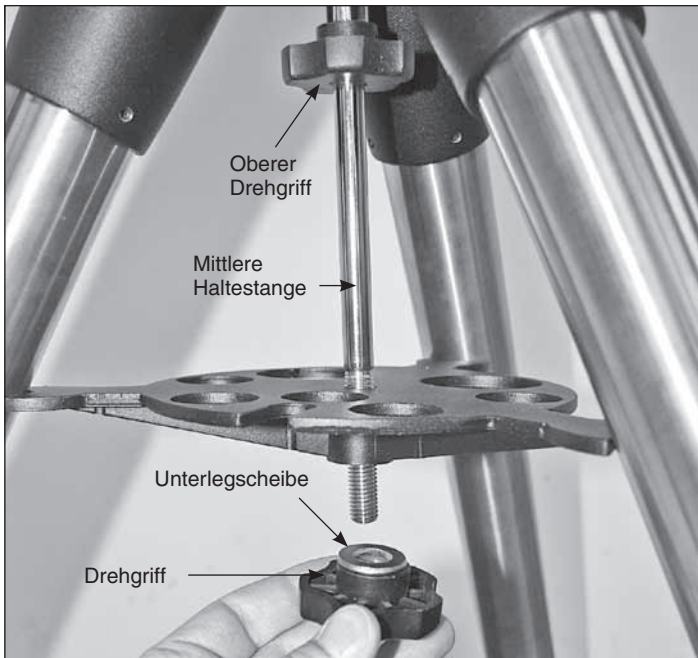

Abbildung 4. Anbringen des Stativbeinspreizers, der auch als Okularhalter/Zubehörablage fungiert.
1. Entfernen Sie den Drehgriff und die Unterlegscheibe vom unteren Ende der Haltestange. Schieben Sie die Zubehörhalterung von unten so weit auf die Haltestange, dass die drei Arme an den Stativbeinen anliegen. Die flache Seite der Zubehörhalterung muss nach oben weisen. Stellen Sie sicher, dass die Aussparung an jedem der drei Arme an einem Stativbein anliegt. Schieben Sie nun zuerst die Unterlegscheibe von unten auf die Haltestange und gegen die Zubehörhalterung, und schrauben Sie dann den Drehgriff ebenso bis zum Anschlag auf die Stange, sodass er die Zubehörhalterung sichert (**Abbildung 4**). Die Zubehörhalterung stabilisiert das Stativ zusätzlich und kann fünf 1,25-Zoll-Okulare (32 mm) und zwei 2-Zoll-Okulare (51 mm) aufnehmen.